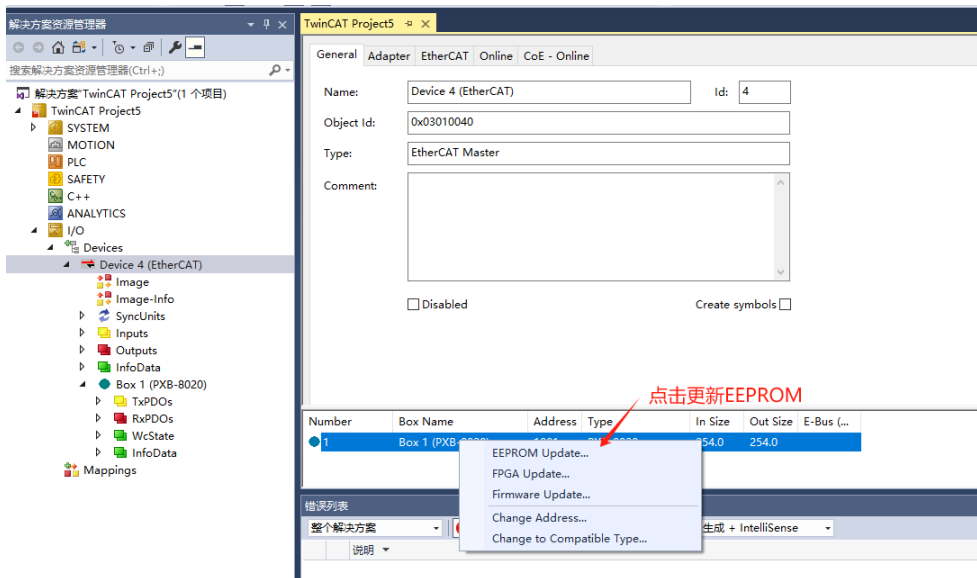

图 7.2 选择设备更新 EEPROM
- 2) 打开 TwinCAT, 点击扫描设备, 扫描完成后选择扫描出来的 Device 设备, 在 General 栏选择需要烧录 EEPROM 的从站设备, 鼠标右击, 点击 EEPROM Update..., 如图 7.2 所示。